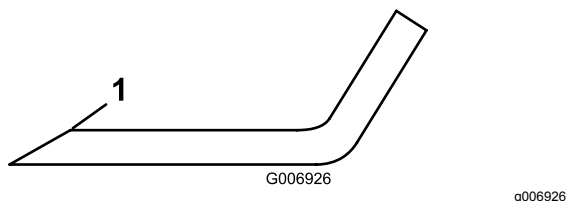

図 68
5. 全部のブレードの切っ先を丁寧に点検する。切っ先が鈍くなっていたり欠けていたりした場合には研磨する。研磨は刃先の上面だけに行い、刃の元々の角度を変えずに刃先を鋭利にする 図 68。
6. 刃先に摩耗や欠けがある場合には研磨するが、研磨は刃先の上面だけに行い、刃の元々の角度を変えないように十分注意する 図 68。